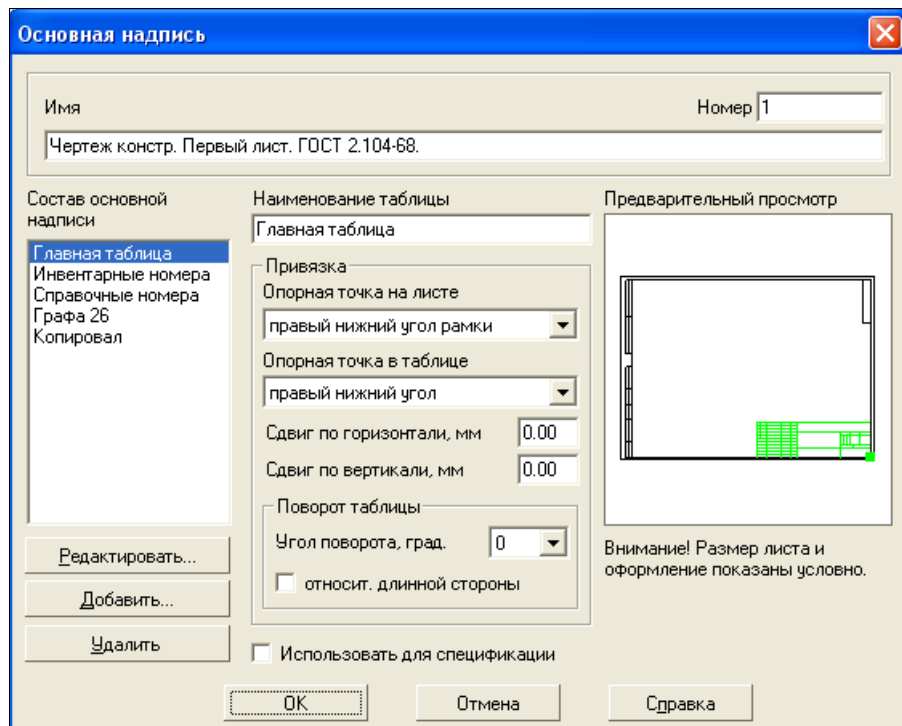

Рис. 25.23. Окно Основная надпись
- ♦ нажмите кнопку **Изменить**. На экране появится окно **Основная надпись** (рис. 25.23);